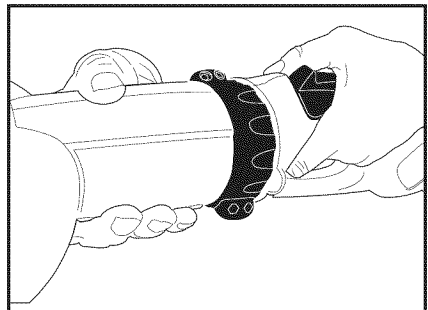

Figura 2
2. Inserte el extremo macho de la interfaz del mango de potencia en el enchufe hembra que está en el extremo del accesorio de la herramienta y verifique que esté asentado firmemente. (ver figura 2). La interfaz está acufada para que sólo encaje de un modo. El mango y la herramienta deben encajar fácilmente. Si tiene problemas para ensamblarlas, verifique que los pasadores del mango estén alineados correctamente con las ranuras de la herramienta.